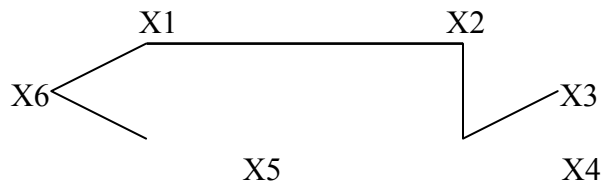

Рисунок 2 – Кратчайший остов графа
2) Из таблицы 1 выбираем ребра, которые не образуют цикл в графе и строим кратчайший остов (рисунок 2).